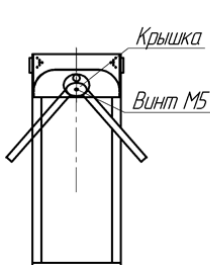
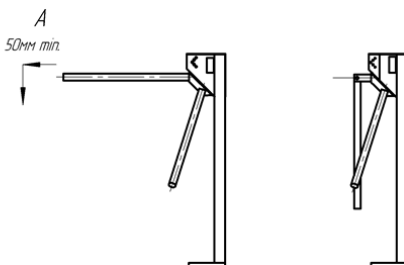

Рис. 1
рис. 2
6.4. Установите штанги. Для этого снимите крышку поворотного механизма, открутив винт М5 (см. рис.1). Закрепите штанги болтами М10, входящими в комплект штанг. Для перевода штанги «антипаника» в положение «проход открыт» потяните штангу в направлении А (от турникета) на 50-80мм и поверните ее вниз (рис.2). Время открытия штанги «антипаника» составляет 1-3с. Закройте место крепления штанг крышкой.